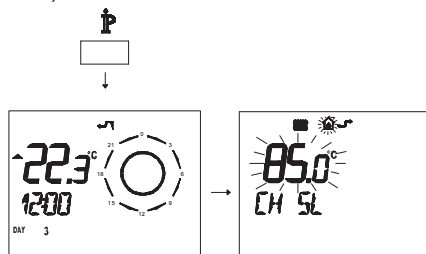

Рисунок 5.50
- Нажмите и удерживайте 3 секунды кнопку **P**, чтобы войти в режим **INFO** (Рисунок 5.50).